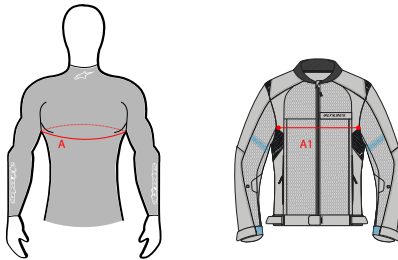

Figure 8
**WARNUNG! Tech-Air® 3 in den Größen „S“ oder größer darf mit einer Tech-Air® Ready Alpinestars Schutzkleidung der gleichen Größe des Systems oder mit einer Alpinestars Schutzkleidung, die nicht Tech-Air® Ready ist, getragen werden, sofern die Größe der Alpinestars Schutzkleidung eine Größe größer ist als die Größe des Systems oder unabhängig davon, ob es sich um eine Alpinestars Schutzkleidung handelt oder nicht, die folgenden Kriterien erfüllt: Für den Brustbereich messen Sie den Brustumfang (A) und die Breite des Kleidungsstückes im Brustbereich (A1). Das Kleidungsstück ist mit dem Tech-Air® 3 System kompatibel, wenn  $A1 > 0,5 \times A + 12 \text{ cm}$  ( $A1 > 0,5 \times A + 4,72 \text{ in}$ ) (siehe nachstehende Abbildung 8)**